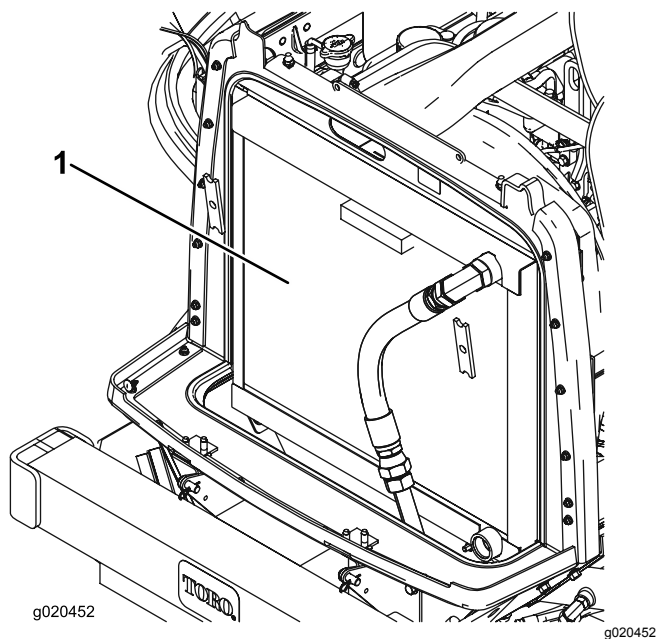

Figura 111
3. Pulite accuratamente entrambi i lati dell'area del refrigeratore dell'olio e del radiatore utilizzando aria compressa (Figura 111).